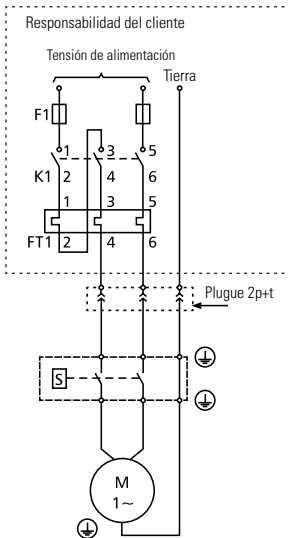

FIGURA 7.2- ESQUEMA DE CONEXIÓN ELÉCTRICA MONOFÁSICA (MOTOR SIN PROTECTOR TÉRMICO)
- Os cabos de alimentação devem ser dimensionados de acordo com a potência do motor, tensão da rede e distância da fonte de energia elétrica. Veja as orientações da Tabela 7.1. E o motor deve ser conectado à tensão (V) conforme indicado na etiqueta do motor elétrico ou no cabo elétrico.
- Para proteção e garantia do motor elétrico é necessário seguir a orientação da Figura 7.2. A não observância poderá causar a queima do motor e a perda de sua Garantia.